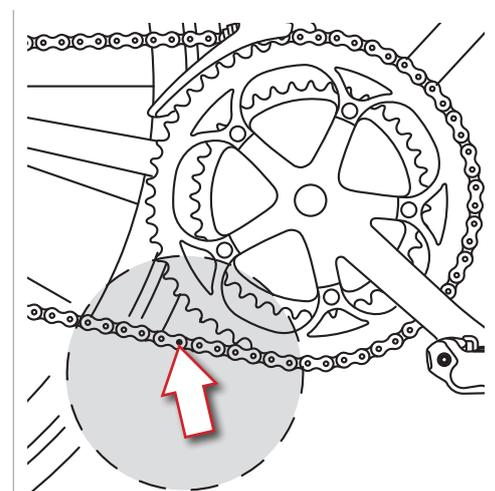

Abb.9
- Die Kette auf den größten Zahnkranz versetzen (und sie dabei auf dem kleinsten Ritzel lassen), dann die Kettenglieder, die geschlossen werden müssen, in den in Abbildung 9 angegebenen Bereich verschieben.